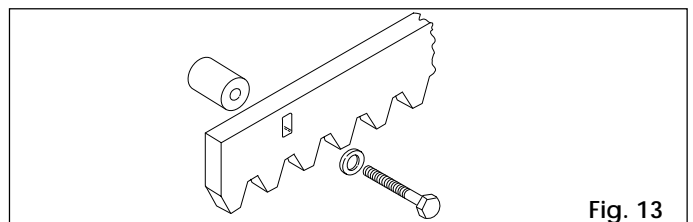

Fig. 13
4.4.2. SCREW-ON STEEL RACK (Fig. 13)